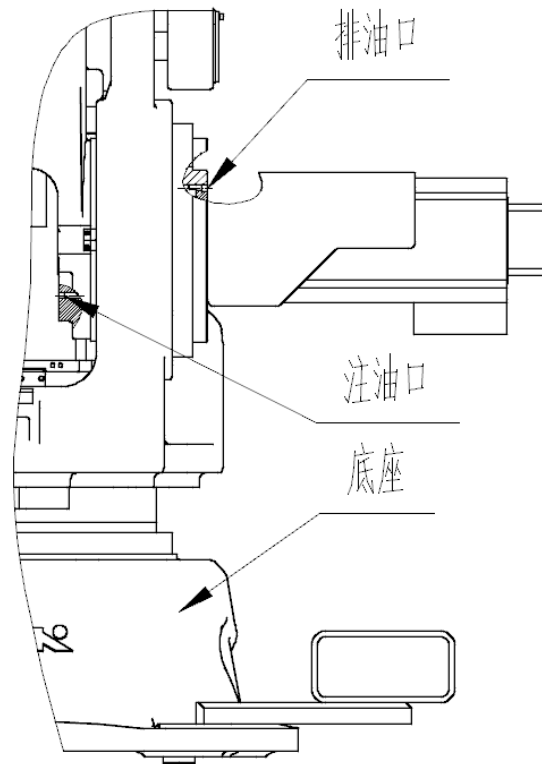

图 12 J2 轴局部结构
#### (1) 油脂补充步骤（参考图 12）
- ④ 安装排油口堵塞前, 运动 J2 轴几分钟, 使多余的油脂从排油口排出;
- ⑤ 用布擦净从排油口排出的多余的油脂, 在排油口安装堵塞。堵塞的螺纹处要缠生胶带并用扳手拧紧。
## (2) 油脂更换步骤 (参考图 12)